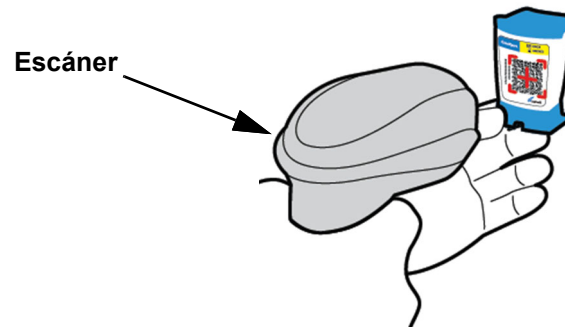

Figura 5-18. Escaneo de un código de barras del cartucho
El uso del escáner de mano es similar para todas las operaciones de exploración, por ejemplo el escaneo del Id. del paciente, Id. de la muestra y el código de barras del cartucho, si bien esta sección describe el escaneo del código de barras del cartucho. Consulte la figura 5-18.
1. Para escanear el código de barras, sujete el escáner a una distancia entre 20 y 25 cm (entre 8 y 10 pulgadas) del código de barras y alinee el láser del escáner con la imagen del código de barras. La figura 5-18 muestra el escaneo del código de barras de un cartucho.